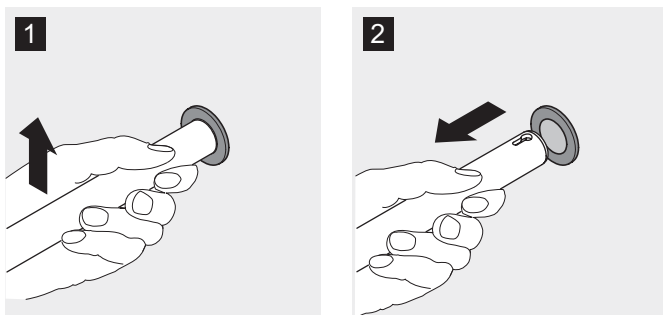

Fig. 15: Extracción del expositor
3. Eleve ligeramente el expositor/la cartela (Fig. 15/1) y extráigalo del juego de pletina (Fig. 15/2).